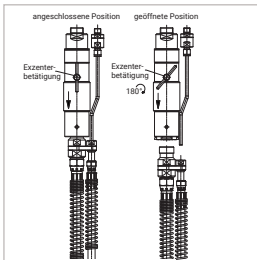

Figure 14
- ▶ S'il existe, passez l'insert d'about (pos. 7), avec le flexible de remplissage monté, par le tube de guidage (pos. 9) du support de fixation.
- ▶ Tournez l'actionnement excentrique (pos. 2) de 180° (Figure 14).